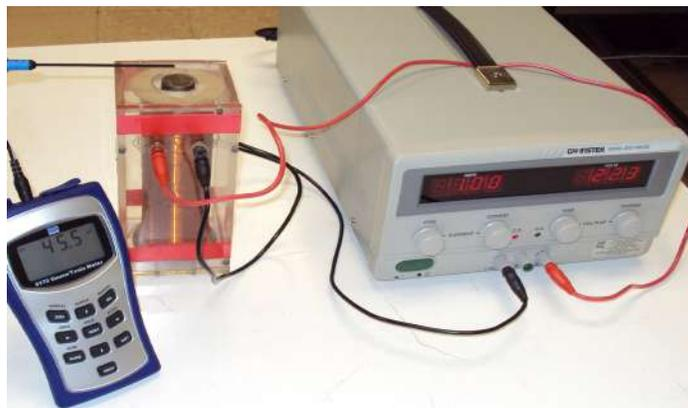

Figura 5.6 Medición de campo magnético de un solenoide con entrehierro
- j) Coloque el hierro dentro de la bobina (Figura 5.6).